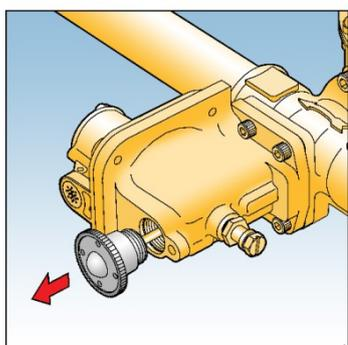

Fig. 8
17. Rearme o bloqueio por alta pressão soltando o pino de rearme e o puxando lentamente. Segure na posição até que a tubulação a jusante esteja toda pressurizada, então solte o pino de rearme gentilmente. Rosqueie o pino no corpo da válvula. Veja Fig. 8.
25. Rearme o bloqueio por alta pressão soltando o pino de rearme e puxando-o firmemente. Segure na posição até que a tubulação a jusante esteja totalmente pressurizada, e então solte o pino gentilmente. Rosqueie no corpo da válvula. Veja Fig. 8.